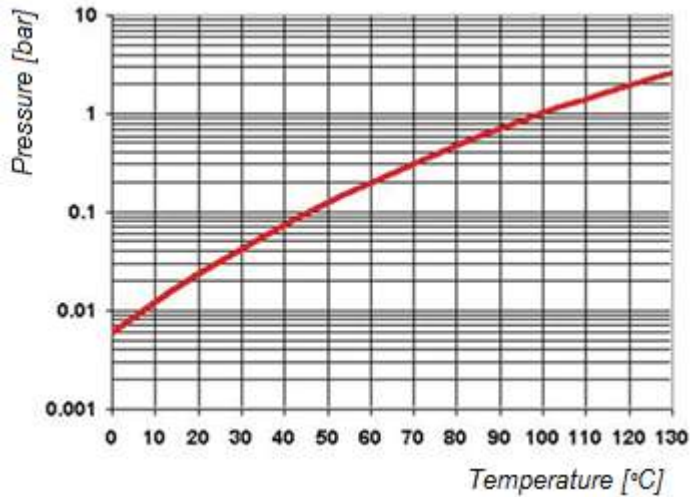

Figure 8: Ligne d'évaporation d'eau
- Lorsque la pression diminue, le point d'ébullition de l'eau se réduit (voir Figure 8). Cette loi physique entraîne un produit à l'ébullition. En plus de la pollution de la machine, cela peut provoquer la perte de poids et de qualité du produit à emballer.